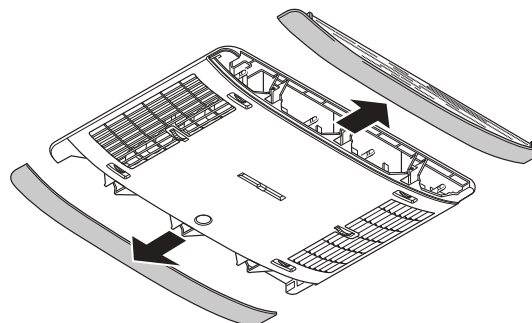

Fig. 38
- ▶ Retirer latéralement les deux panneaux du distributeur d'air (Fig. 38).